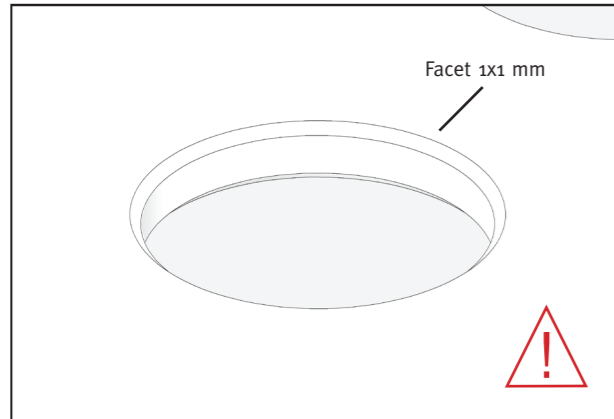

Fig. A3
- Opret en meget lille 1x1 mm facet på både den øverste og nedre del af udskæringerne (fig. A3). Forsigtig: dette gælder ikke for solid overflade, se side 139.